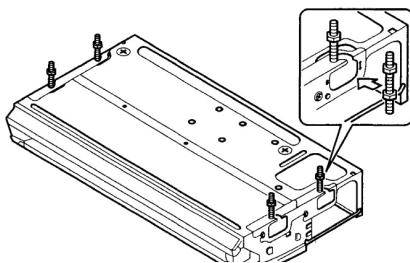

Рис. 9
- Возможно смонтировать внутренние подвесные кронштейны, предварительно не снимая их с блока (см. Рис. 9). Убедитесь, что при монтаже использовались только указанные принадлежности и детали.